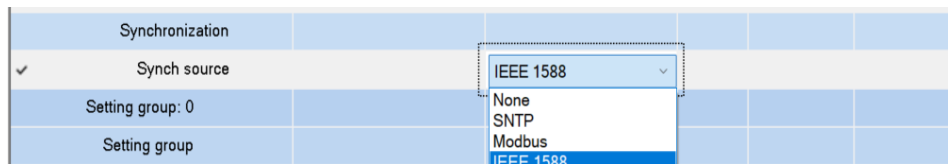

Imagen 384_Configuración de norma para el REX640.
5.2.42 En la ventana que observamos en la **Imagen 384**, buscaremos “Synchronization - Synch source” y seleccionamos la norma “IEEE 1588”.